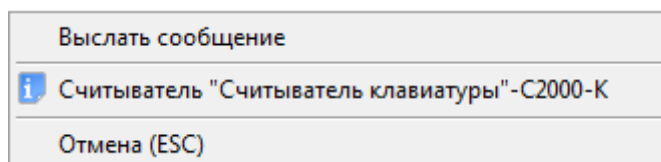

Рисунок 8-168 Контекстное меню для считывателя прибора "C2000-K"
- на пиктограмме считывателя прибора «С2000-К» и в контекстном меню выбрать пункт «Выслать сообщение» (см. Рисунок 8-168).